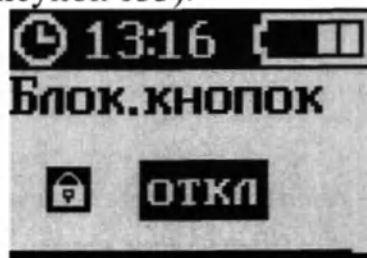

Рисунок 133 – Экран «БЛОК.КНОПОК»
4. Нажать кнопку «ОК» (рисунок 133).